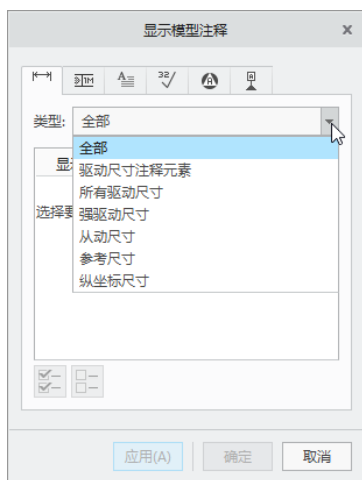

图 8-36 “显示模型注释”对话框
(1) 在功能区中单击“注释”标签以切换到“注释”选项卡，在“注释”选项卡的“注释”组中单击 (显示模型注释) 按钮，打开图 8-36 所示的“显示模型注释”对话框，接着在 (显示模型尺寸) 选项卡中，从“类型”下拉列表框中选择“全部”选项。